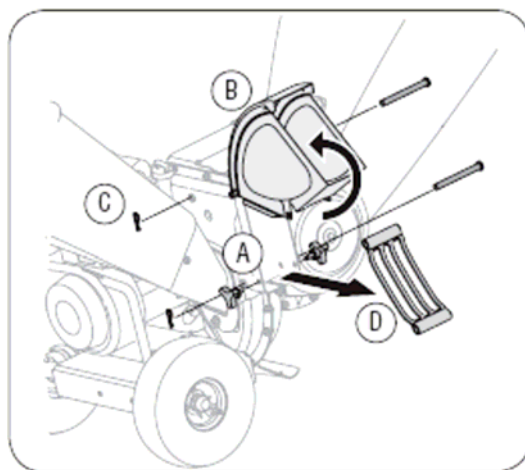

Figure 14
6. Снимите измельчительный экран с внутренней стороны корпуса и очистите его с помощью щетки и воды (смотри рисунок 14).